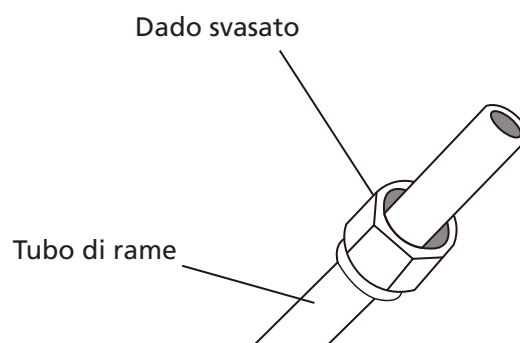

Fig. 5.3
3. Disporre un dado svasato a ogni estremità del tubo. Accertarsi che i dadi siano rivolti nella direzione corretta, perché dopo la svasatura non sarà più possibile applicarli o cambiarne la direzione. Vedere la **Fig. 5.3**.